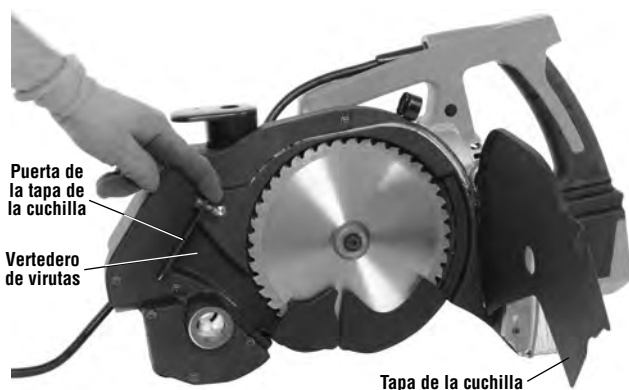

Figura 18 – Vertedero de virutas y cavidad de la cuchilla
3. Abra la tapa de la cuchilla de la sierra. Vea la Figura 18.
4. Quite las virutas de la hoja de la cuchilla e inspeccione la cuchilla. Asegure que el vertedero de virutas y la cavidad que lo rodea estén limpios. Vea la Figura 18. Cuidado: las virutas podrían estar calientes. Para reducir el riesgo de incendio, no permita que las virutas calientes entren en contacto con materiales combustibles.